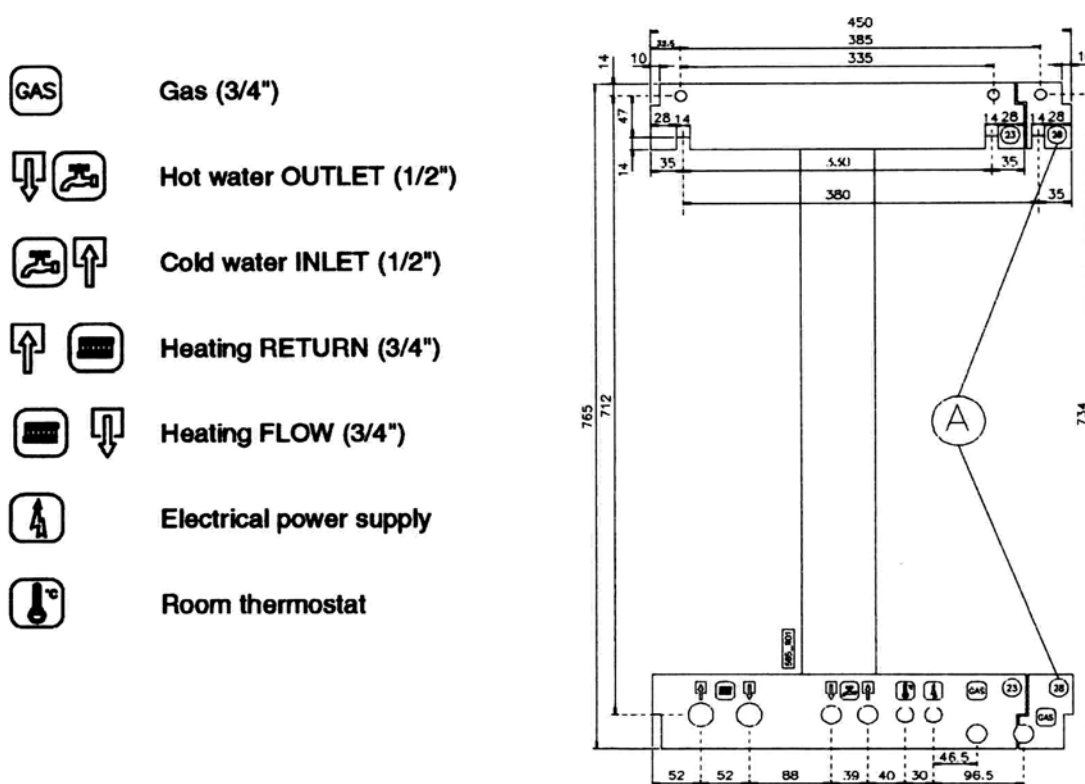

Рис.6
Внимание: Настоящая схема имеет чисто функциональный характер. Для выполнения гидравлических соединений необходимо пользоваться исключительно калибром фиксации (шаблоном) Рис.6 или чертежами на Рис. 8, в разделе «Инструкции по установке» и Рис. 23, 24 в разделе «Инструкция по регулировке и обслуживанию».
- Учитывая размеры котла, фиксируйте шаблон (см. Рис.6) двумя дюбелями
- **Расположите трубопроводы установки: вход/выход ОТ, вход холодной воды/выход горячей воды, ввод газа и электрических соединений, как указано на шаблоне монтажа; см. Рис.6.**